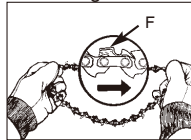

Fig. 3D
7. Lägg ut kedjan med kedjans skåreggar (F) vända i ROTATIONSRIKTNINGEN (Fig. 3D).